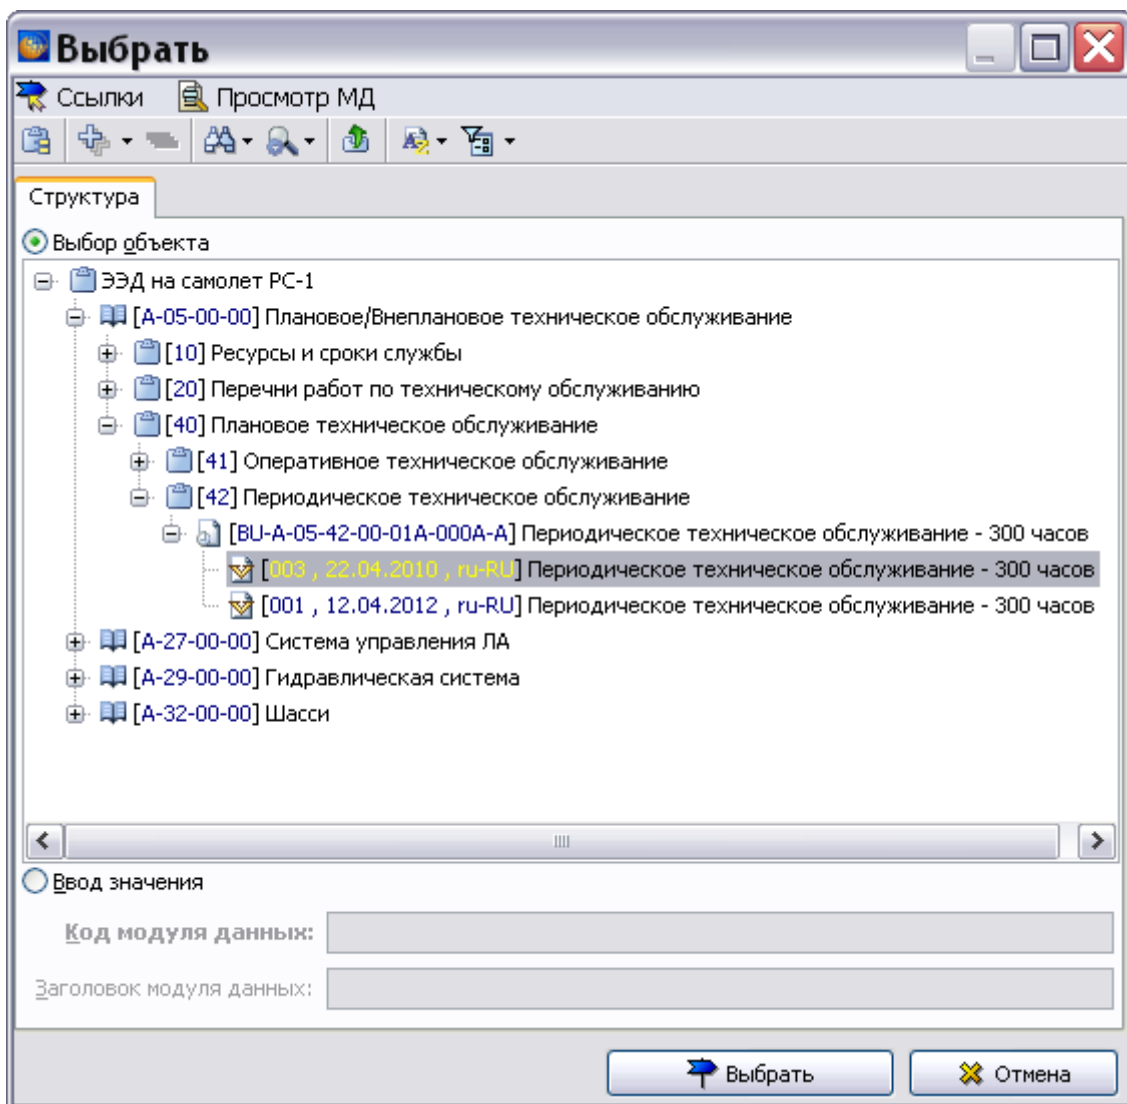

Рис. 21.117
1. Включите радиокнопку **Работы и формы ТО**. После этого откроется окно **Выбрать** (Рис. 21.117).